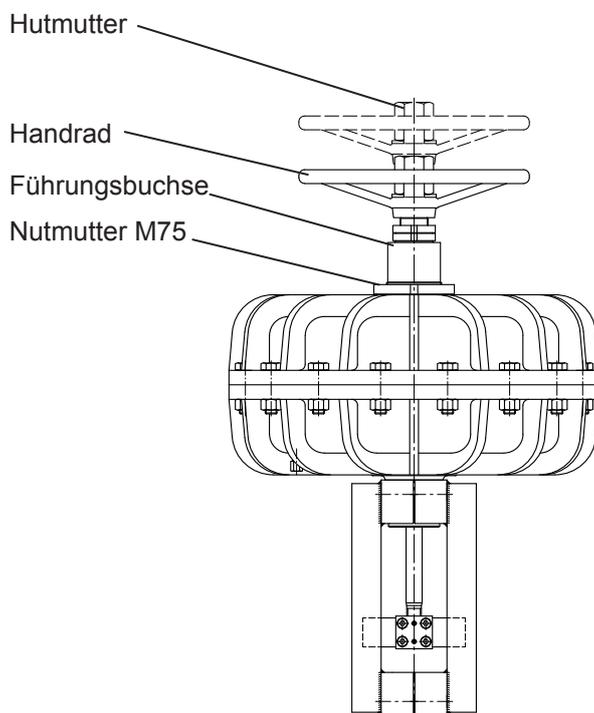

Abb. 31: Handeingriff P41
2. Hutmutter entfernen (siehe Abb. 31).